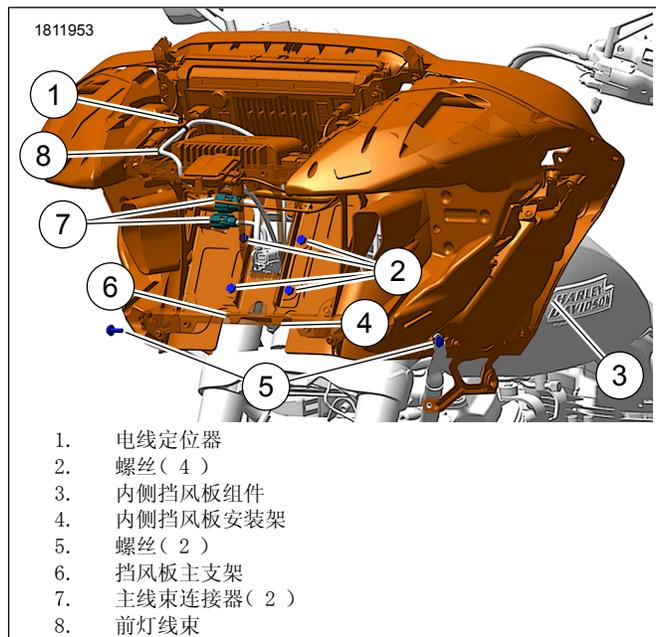

图4。内侧挡风板组件
7. 参见图4。松开电线定位器(1)，将前灯电线(8)从内侧挡风板组件(3)中取出。
6. 参见图 4。将前灯电线( 8 )布设到内侧挡风板组件( 3 )中，并固定电线定位器( 1 )。